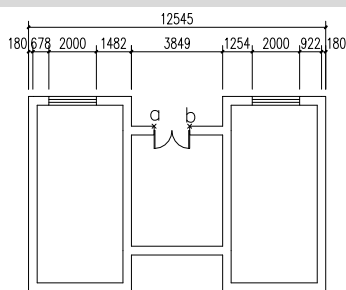

图 8-37 打开增补尺寸素材
**01** 按 Ctrl+O 组合键，打开配套光盘提供的“第 8 章/ 8.3.15 增补尺寸.dwg”素材文件，结果如图 8-37 所示。